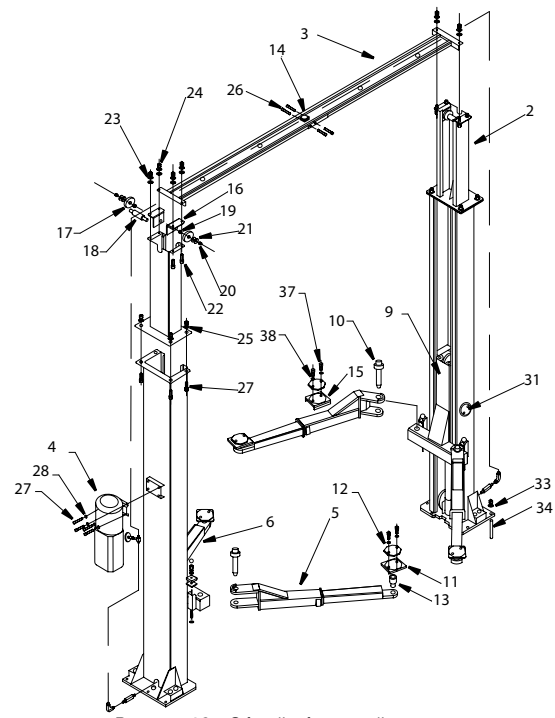

Рисунок 10 - Общий сборочный чертеж
- Установите рычаги на каретках, применяя ось (рис. 10). Проверить работу блокировок рычагов подхвата. Равномерно и туго натяните тросы синхронизации так, чтобы каретки оставались на исходной высоте и опирались о первый паз в стойках, а не висели на тросах. (Натягивайте троса поочередно понемногу).